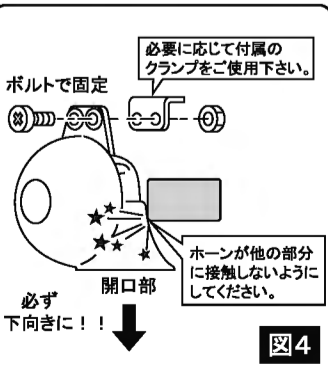

図4
- ⑥ ホーンの渦巻き部の開口部を下向きにし、ボルト・ナットで確実に固定してください。(図4参照)